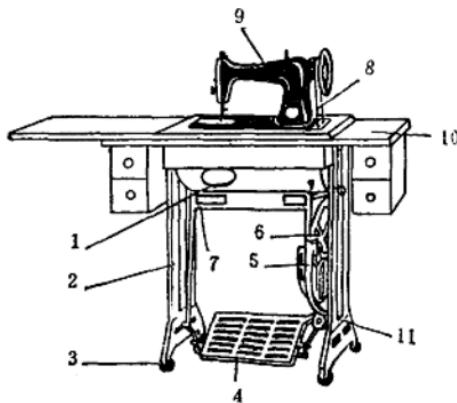

图1 整机外形各部名称
1. 整机外形各部名称：整机由机头、台板和机架三部分组成。台板的样式很多，常见的有三斗式和五斗式两种。平盘式台板和柜橱式台板较少见。图1为五斗式台板缝纫机，其各部名称如下：